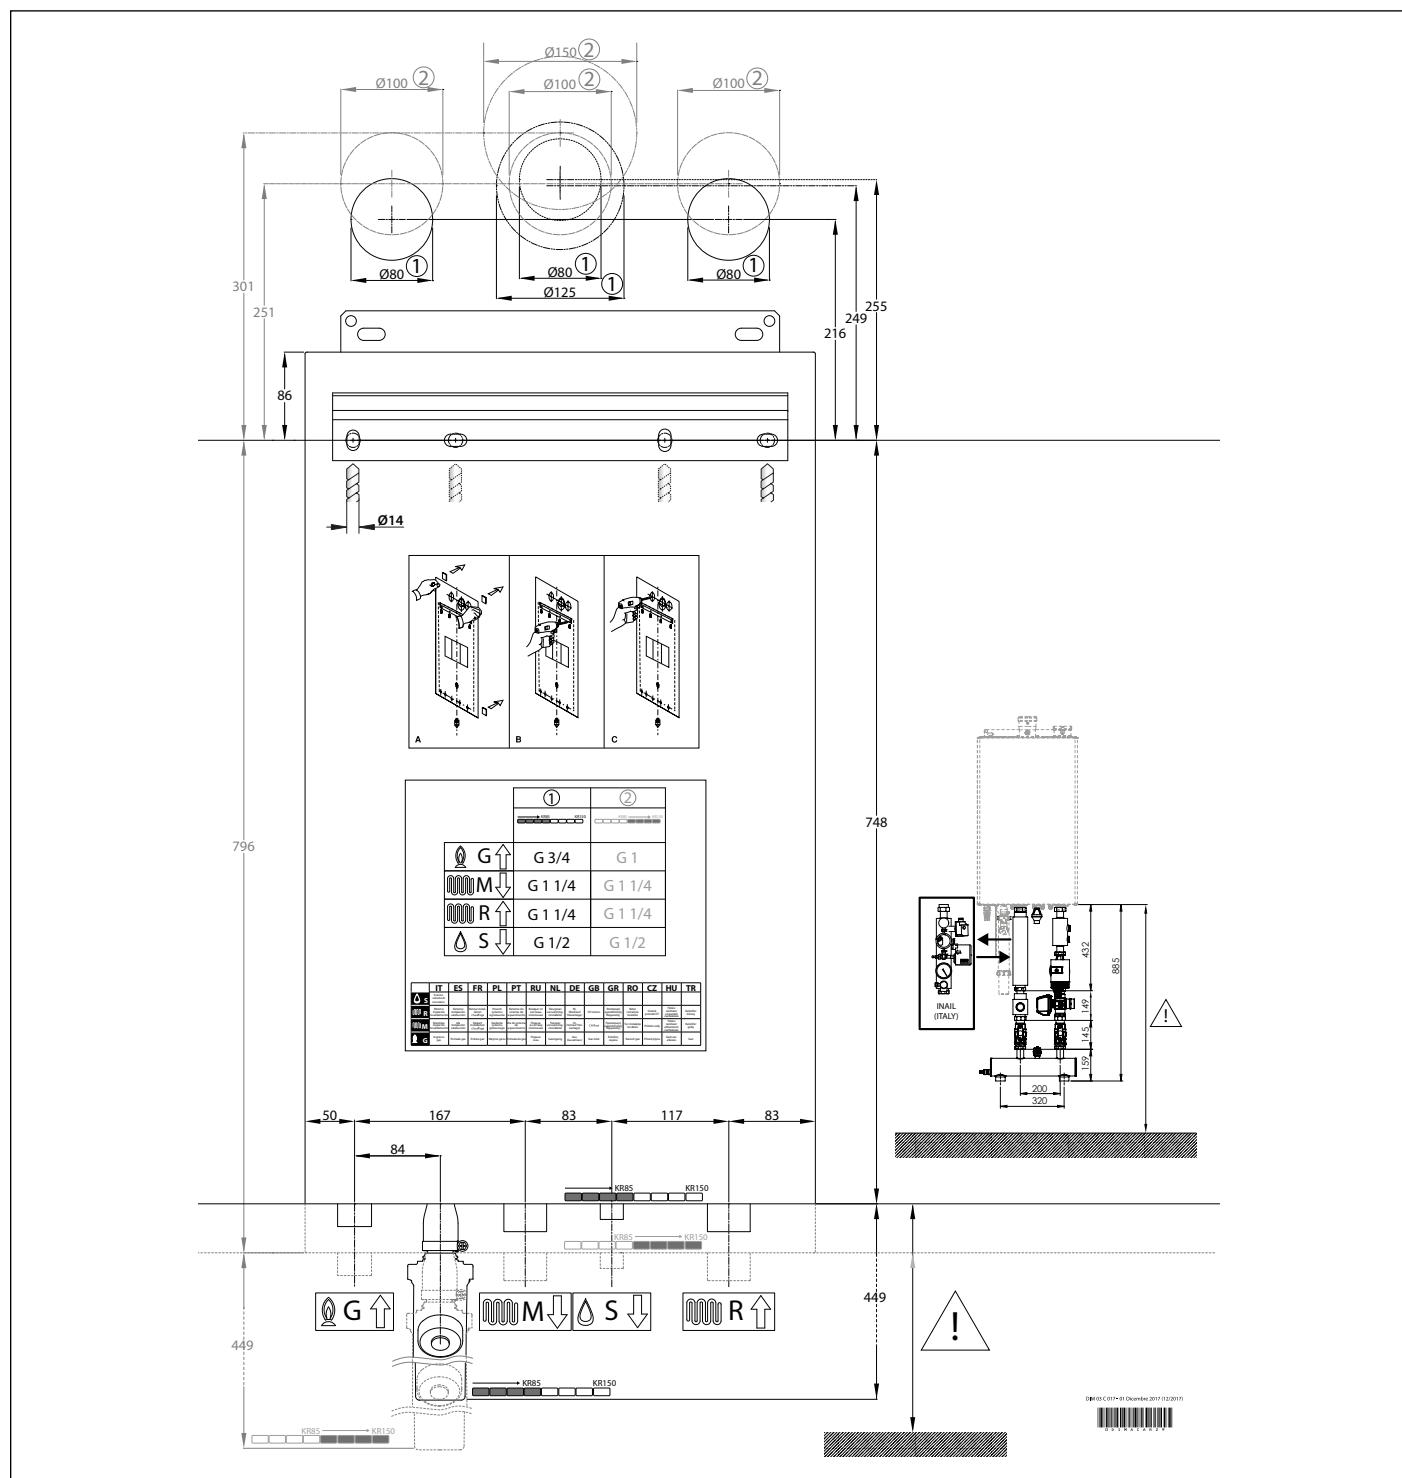

Рис. 10 Паперовий шаблон.
- Монтажний паперовий шаблон (див. Рис. 10 Паперовий шаблон.).
Кожний котел забезпечений спеціальним паперовим шаблоном, що знаходиться в упаковці (див. Рис. 10 Паперовий шаблон.). Шаблон дозволяє забезпечити правильне розташування труб, підключених до системи центрального опалення і газової мережі, а також каналів повітrozабірника і випуску димового газу, під час реалізації водяної системи і перед монтажем бойлера. Цей шаблон виготовлений з міцного паперового листа, який, за допомогою рівня, кріпиться на стіну, призначену для установки котла.